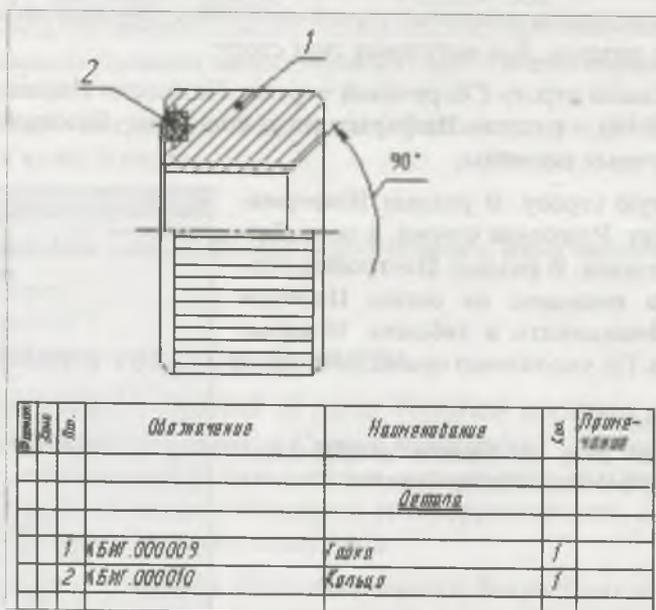

Рис. 15.13. Сборочный чертеж **Гайка** с созданной спецификацией
Создание раздела спецификации в файле рассмотрим на сборочном чертеже **Гайка** (рис. 15.13). Для этого выполните следующие действия:
- ♦ нажмите кнопку **Заккрыть бланк спецификации** — окно закрывается, и новый объект спецификации введен в чертеж. У вас должно получиться как на рис. 15.13.